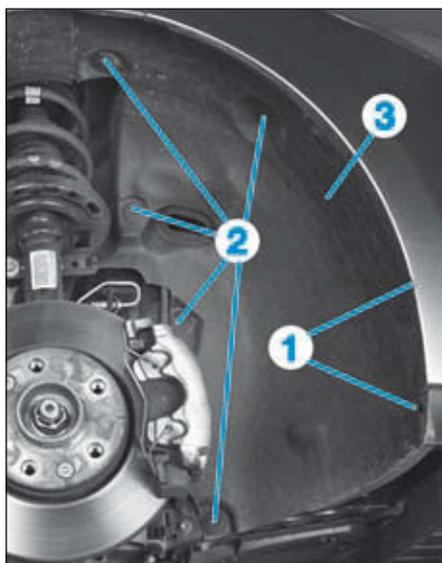

FIG.43
- les vis (1) (Fig.43),
- les agrafes (2),
- la partie avant (3) du pare-boue avant droit.